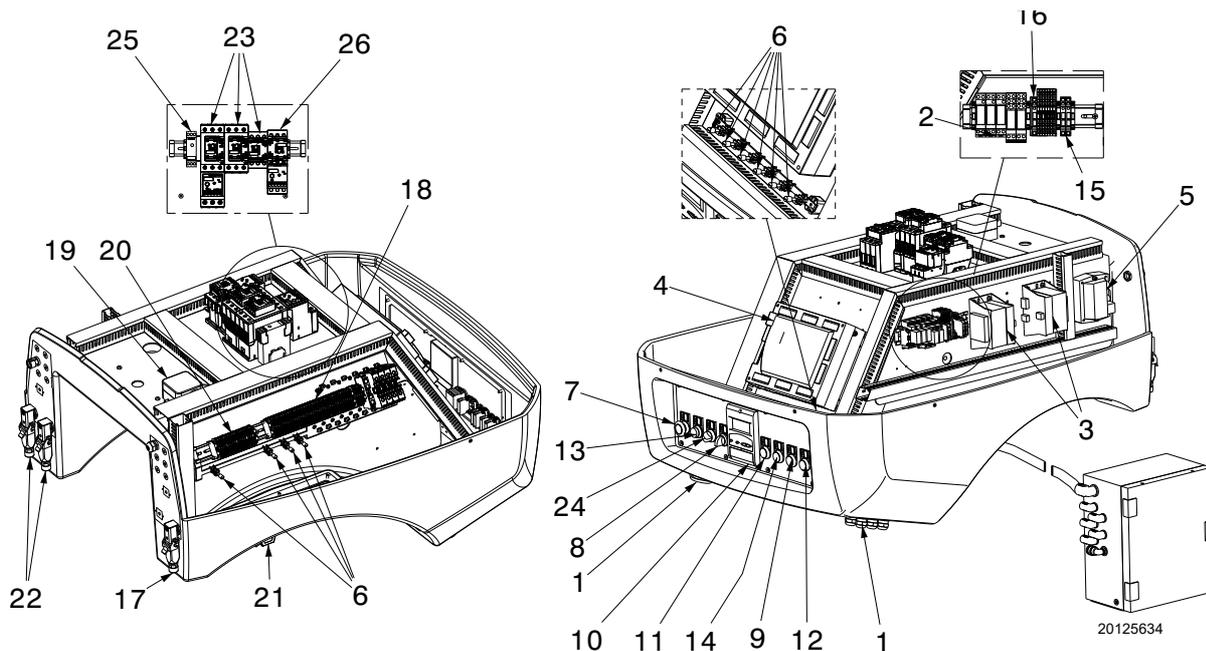

Abb. 5
- **Störabschaltung des Gerätes:** Das Aufleuchten der (roten Led) der Taste 13) (Abb. 5) weist auf eine Störabschaltung des Brenners hin. Zum Entsperren die Taste 13) (Abb. 5) drücken oder das Display verwenden.